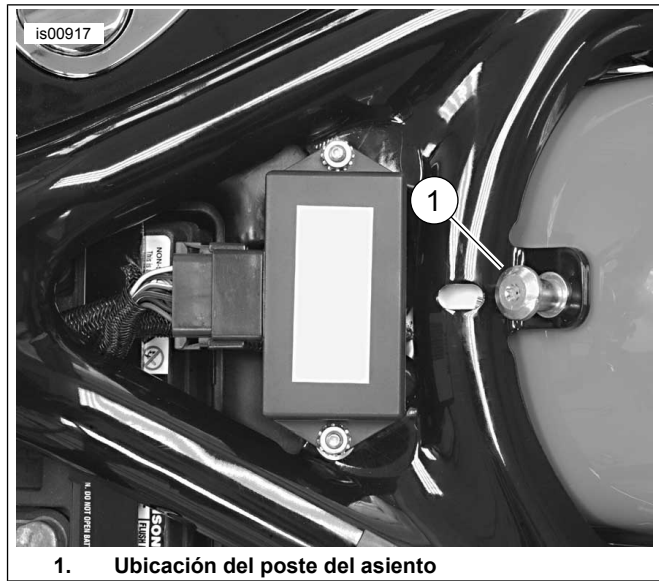

Figura 3. Poste del asiento
3. Vea Figura 3. El asiento está sujeto al vehículo en tres puntos. Angule la parte delantera del asiento nuevo en su lugar para que la lengüeta enganche la ranura en la ubicación de montaje trasera del tanque de combustible.